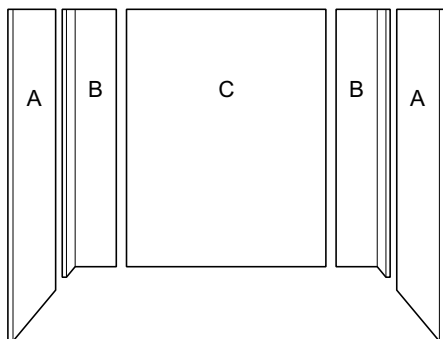
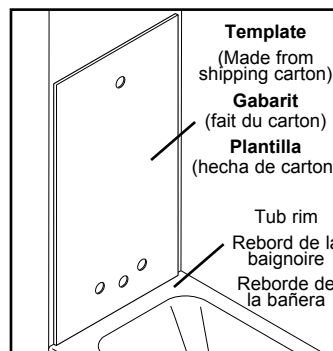

Fig. 1
Fig. 2
3. Trial install all panels with masking tape as illustrated in **Fig. 1**.
- a) Tape corner panels (B) firmly in position against wall.
- c) Place one end panel (A) on the wall opposite the plumbing end, resting on the bathtub ledge and within 3 mm (1/8") of the front edge of the bathtub.
- d) Cut a cardboard template from the packing carton to the correct height and width for the end panel (A), which will have the plumbing fixtures.
- e) Mark one side of the template with an «X» and position the template (within 3 mm of the front edge of the bathtub) with the «X» side against the bathtub end wall with the exposed plumbing. **Fig. 2.** Mark the position of the faucet handles, bathtub spout and shower arm on the template. Check for accuracy and cut.
3. Installer provisoirement les panneaux avec du ruban à masquer, tel qu'illustré à la **Fig. 1**.
- d) Découper, dans le carton d'emballage, un gabarit correspondant aux dimensions du panneau latéral (A) sur lequel se trouvera la robinetterie.
- e) Marquer d'un «X» le côté du gabarit touchant le mur. Placer le gabarit (à 3 mm du rebord avant de la baignoire) contre le mur contenant la tuyauterie. Marquer la place des tuyaux, de la robinetterie et de la douche et percer les trous nécessaires sur le gabarit. **Fig. 2.** Replacer le panneau sur le mur pour vérifier l'emplacement des trous et couper.
3. Instalar provisionalmente los paneles con cinta de enmascarar, tal como sale en la **Fig. 1**.
- c) Colocar un panel final (A) sobre el muro opuesto a la grifería, a 3 mm (1/8") del reborde delantero de la bañera, el reborde inferior del panel apoyado sobre el borde de la bañera.
- d) Recortar con el cartón del empaque, una plantilla correspondiente a las dimensiones del panel lateral (A) sobre el cual se encontrará la grifería.
- e) Marcar con una «X» el lado de la plantilla que toca el muro. Colocar la plantilla (a 3 mm del reborde antes de la bañera) contra el muro que tienen la grifería. Marcar la ubicación de los tubos, de la grifería y de la ducha y perforarlos sobre la plantilla **Fig. 2.** Vuelva a colocar el panel sobre el muro para verificar la posición de los huecos y cortar.